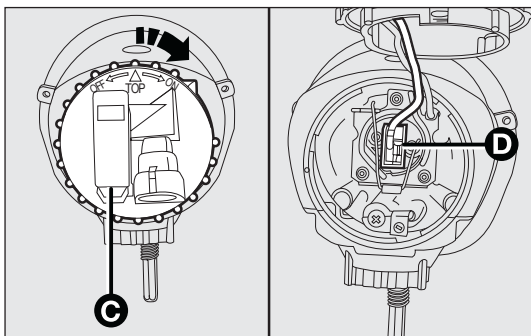

fig. 150
- svitare il coperchio C-fig. 150 e staccare il connettore D;